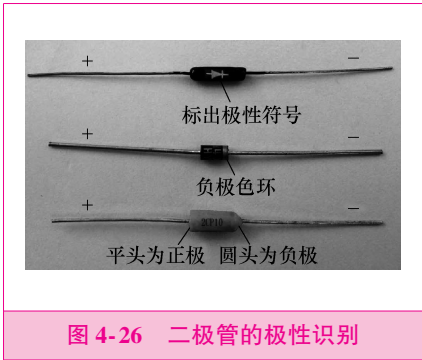

图 4-26 二极管的极性识别
1) 小功率二极管的 N 极（负极），在二极管外表大多采用一种**色环**标出来；有些二极管也用二极管**专用符号**来表示 P 极（正极）或 N 极（负极），如图 4-26 所示；也有采用字母标注为“P”、“N”，来确定二极管极性的。